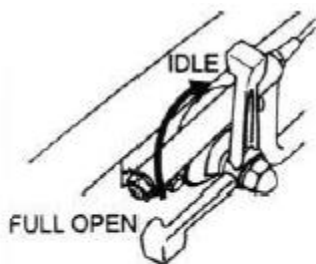

Fig 10
1. Déplacer le levier d'accélérateur rapidement de la position FULL OPEN à IDLE (Fig 10) et faire fonctionner le moteur pendant trois minutes à faible vitesse. Une fois le moteur refroidi, mettre le commutateur de démarrage / arrêt du moteur sur la position "STOP" (Figure 6) jusqu'à ce que le moteur s'arrête complètement.